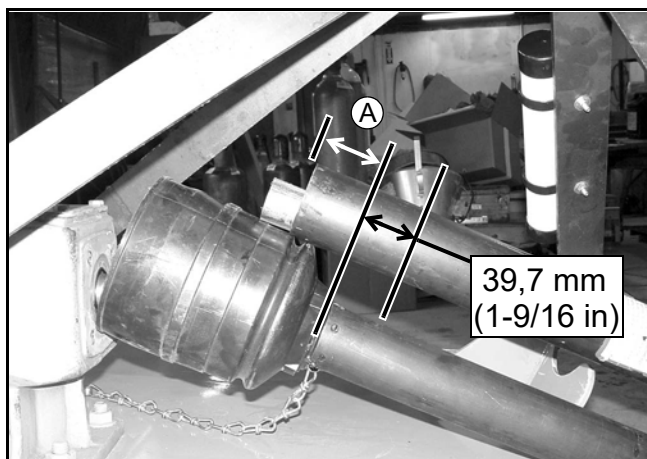

Figure 6. Déterminer la longueur de la protection
3. Mesurez de l'extrémité de la protection supérieure jusqu'à la base de la cloche sur la protection inférieure (A). Ajoutez 39,7 mm (1-9/16 in) à la dimension A. Voir la Figure 6.